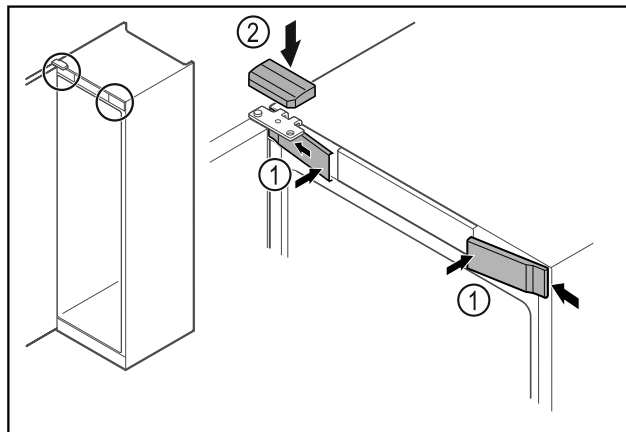

Fig. 68
- Akassza be oldalt az elülső burkolatokat Fig. 68 (1), majd pattintsa be.
- Felülről pattintsa be a felső burkolatot Fig. 68 (2).